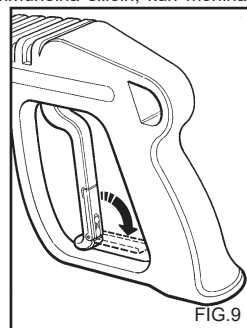

FIG. 9
- Lukitse laitteen varressa oleva turvalaite silloin, kun laitetta ei käytetä. (Fig. 9).